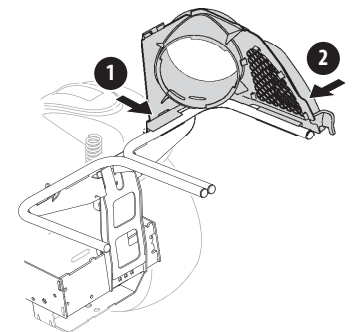

Figura 8
2. Fije el soporte superior del vertedero en su lugar sujetando primero la parte lateral en el riel de soporte de la ensacadora. Ver (2) en Figura 8.